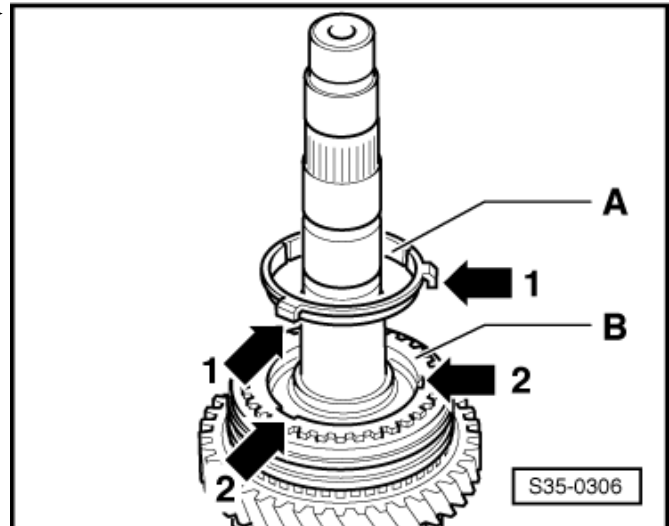

Abb. 19: Einbaulage Schaltrad 1. und 3. Gang ►
- ☐ Einbaulage ⇒ Abb. 19 in **35-2** Seite 10